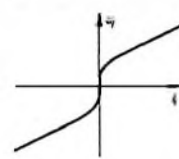

Bild 6. Eingangskennlinie der Schaltung nach Bild 4
Wie aus Gleichung (3) hervorgeht, ist R_i wegen der Frequenzabhängigkeit der Stromverstärkung γ ebenfalls frequenzabhängig. Andererseits zeigt die zusammengesetzte Eingangslinie der Anordnung (Bild 6), daß ihr Eingangswiderstand
unabhängige Verstärkung der Endstufe zu erreichen, muß die Eingangsspannung frequenzunabhängig und deshalb der Generatorwiderstand so klein wie möglich sein. Diese Überlegung wird an sich schon durch Gleichung (1) nahegelegt. Wie an Hand von Bild 6 jedoch leicht einzusehen ist, führt eine reine Spannungssteuerung zu einem nichtlinearen Eingangsstrom und damit zu den für B-Verstärker charakteristischen Übergangsverzerrungen, die vor allem bei kleinen Signalamplituden besonders stark in Erscheinung treten. Das übliche Verfahren, diese Verzerrungen kleinzuhalten, besteht darin, die Arbeitspunkte der Endstufentransistoren durch Einführung eines kleinen Ruhestromes in einen bereits gut linearen Bereich der Kennlinien zu verlegen (AB-Betrieb). Dabei gehen aber viele Vorteile des reinen B-Betriebes verloren, in diesem Fall auch die große Einfachheit der Schaltung.